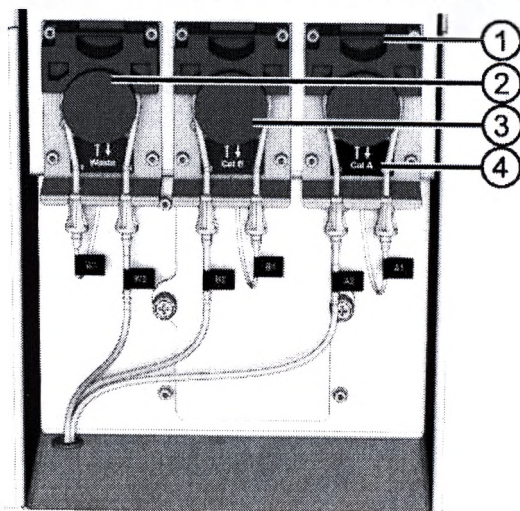

Рис. 11 Подключение трубок
Установите трубки в перистальтические помпы. Для этого, освободите прижимную пластину, потянув зажим вверх (1), см. Рис. 11